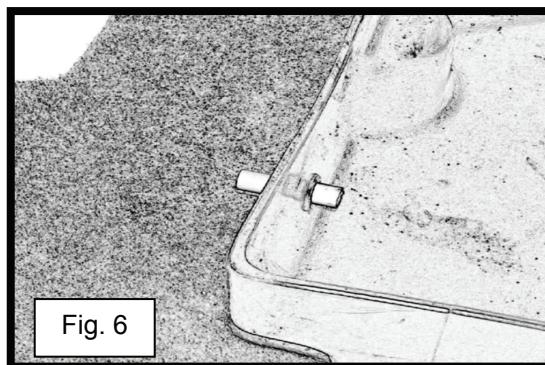
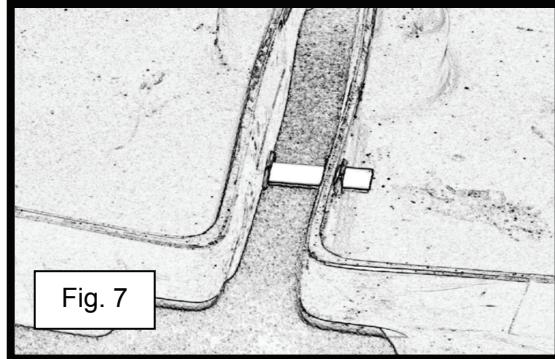

Fig. 6
Fig. 7
- 5) Bank let med en plasthammer eller mellemstor almindelig hammer på den udstikkende ende af teflonrøret. **BEMÆRK:** Hvis røret sidder meget stramt, skal du prøve at arbejde det lidt længere ind i gennemføringen med hånden. Når du kan mærke, at der ikke længere er modstand mellem røret og gennemføringen, skal du banke igen med plasthammeren eller den almindelige hammer og støtte gennemføringen med fingrene på den anden side af opsamlingskarret, indtil røret er helt gennem gennemføringen (se fig. 6).
- 6) Når teflonrøret er helt gennem gennemføringen, som er monteret i det første opsamlingskar (se fig. 6), skal gennemføringen i det andet opsamlingskar rettes ind efter det udtagende rør (se fig. 7). (Se pkt. 4 ovenfor.)
- 6) Når det Teflonbelagte røret er gjennom tetningen på det første oppsamlingssenteret (se fig. 6), still det andre oppsamlingssenterets gummitetning opp mot det utstikkende røret (se fig. 7). (Se instruksjon nr. 4 for referanse.)